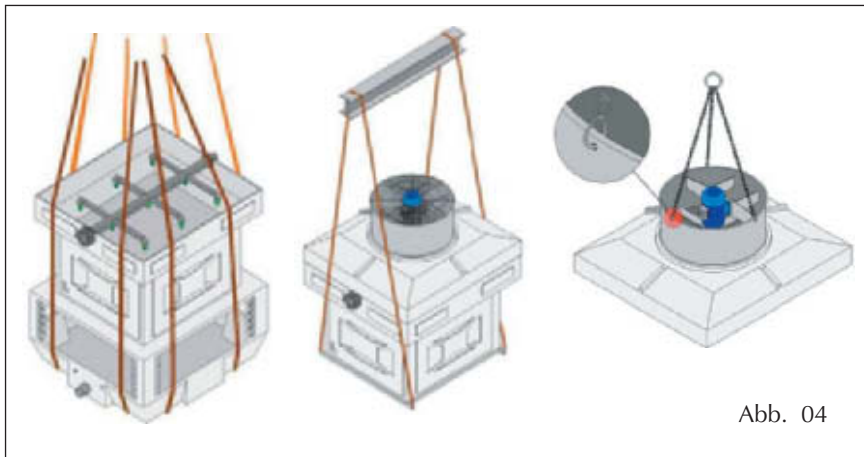

Abb. 04
**Stellen, an denen die Riemen angelegt werden können, sind in den folgenden Abbildungen angezeigt (Abb. 04):**